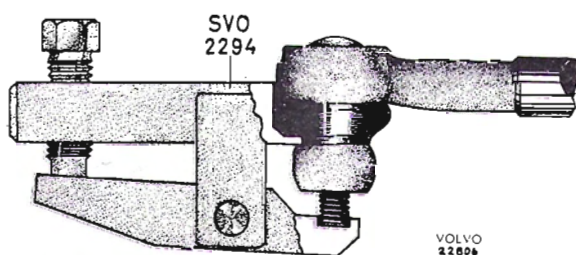
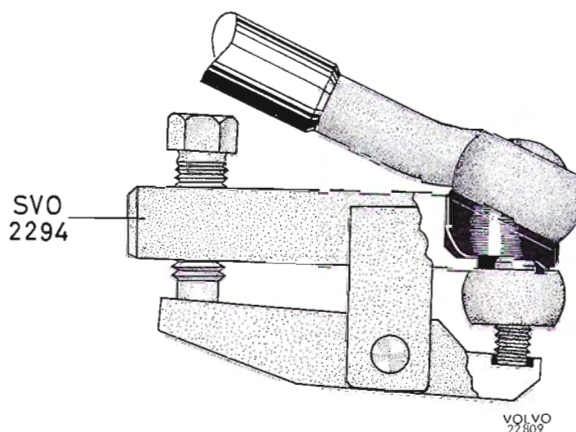

Abb. 60 Abpressen des Kugelgelenkes
Abb. 61 Abpressen des Kugelgelenkes
Die Lenkstangenköpfe bilden mit den Lenkstangen eine Einheit und müssen als solche komplett ausgewechselt werden. Beim Ausbau werden zuerst Splinte und Kronenmutter entfernt. Danach wird das Spannzeug 2294 gem. Abb. 60 auf dem Kugelgelenk angebracht. Werkzeug ordentlich festdrücken und darauf achten, daß der Gewindezapfen des Kugelgelenkes in die Aussparung des unteren Spannhebels gelangt. Die Werkzeugspindel andrehen, bis der Kugelzapfen unter Preßdruck nachgibt. Soll eine Lenkstange bei eingebauten Vorderrädern abgepreßt werden, dann ist zuerst das Kugelgelenk am Lenkstockhebel bzw. Umlenkhebel nach der vorstehend beschriebenen Methode zu lösen. Die Lenkstange ist dabei nach vorn/oben zu schwenken und das Spannzeug gem. Abb. 61 anzusetzen.
Die Kugelgelenke der Spurstange (Spurstangenköpfe) sind einzeln austauschbar. Beim Ausbau ist zuerst das Kugelgelenk am Lenkstockhebel bzw. Umlenkhebel nach der vorher beschriebenen Methode (Abb. 60) zulösen. Danach werden je nach Ausf. Gegenmutter bzw. Klemmschraube entfernt und der Spurstangenkopf aus der Spurstange herausgeschraubt. Der neue Spurstangenkopf wird zweckmäßig mit der gleichen Gewindelänge in die Spurstange geschraubt. Die Einstellung der Vorspur wird dadurch erleichtert. Spurstangenkopf in Einbaulage auf der Spurstange mit Gegenmutter oder Klemmschraube absichern.
3. Spindel am Spannzeug 2294 zurückdrehen und das Werkzeug entspr. Abb. 60 über dem Kugelgelenk anbringen. Spannzeug ordentlich festdrücken und darauf achten, daß der Gewindezapfen des Kugelgelenkes in die Aussparung des einen Spannhebels gelangt. Werkzeugspindel andrehen, bis sich der Kugelzapfen unter Preßdruck aus der Öse des Umlenkhebels löst.